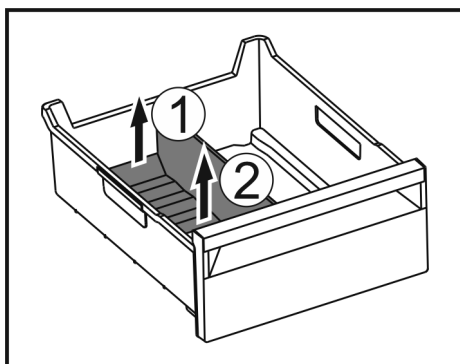

Fig. 211
- Soulever la partie arrière du séparateur de congélateur. Fig. 211 (1)
- Retirer le séparateur de congélateur par le haut. Fig. 211 (2)